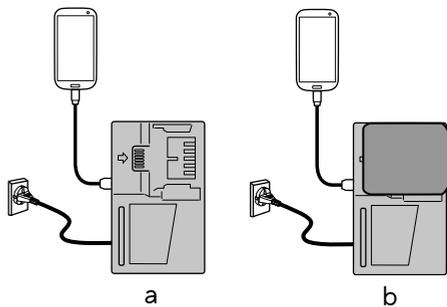

图 38
- 将 USB 设备插入插座进行充电 (图 38-a)。
- 将 USB 设备和电池插入插座进行充电。(图 38-b)